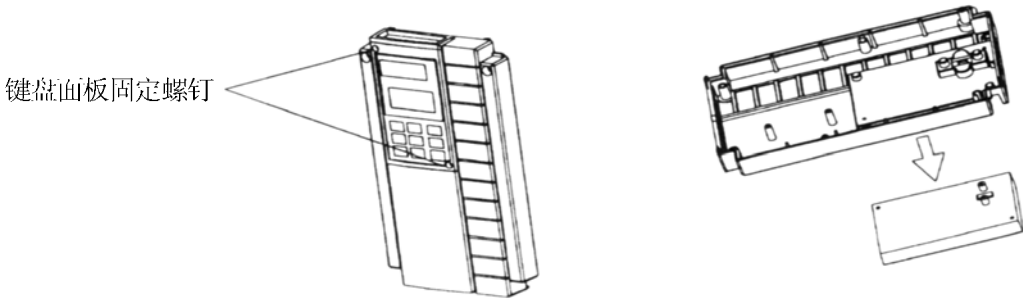

图 1-3-3 卸下键盘面板 (≤ 22kW)
(2) 卸下键盘面板
按 (1) 中所述方法取下前盖板后，再松开键盘面板固定螺钉，按图 1-3-3 所示方法卸下键盘面板。